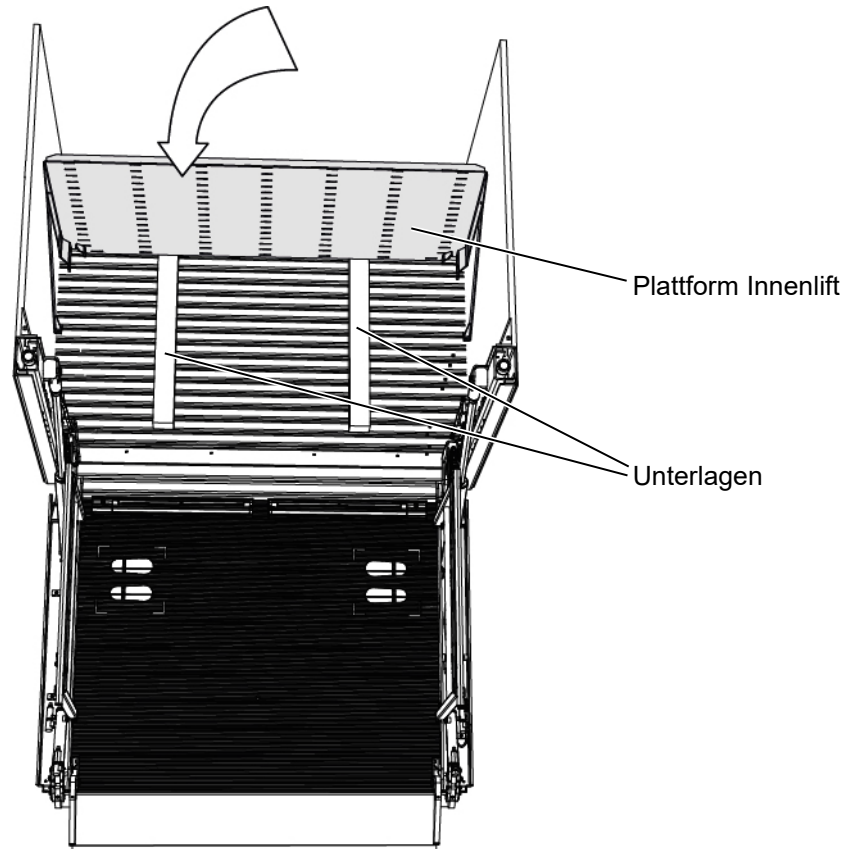

Abbildung 17: Plattform gerade drehen
- Drehen Sie die Plattform des Innenliftes innerhalb des Fahrzeugs gerade (siehe Abbildung 17, Seite 28).